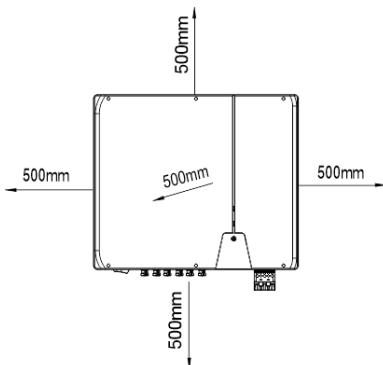

Fig. 3.1 : Appareil en installation extérieure
- REMARQUE : Les distances minimales entre deux appareils ou entre l'appareil et le plafond/sol sont déjà prises en compte dans le schéma Fig. 3.1.**